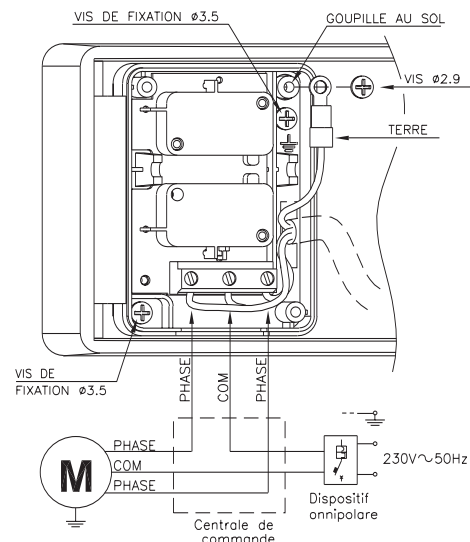

fig. 3
- placer le tableau de commande dans le boîtier comme illustre dans la fig. 3 en le maintenant avec les 2 vis contenues dans le kit.
- effectuer les raccordements électriques comme illustré dans la fig.3 ; bloquer la borne de terre au pivot en aluminium.